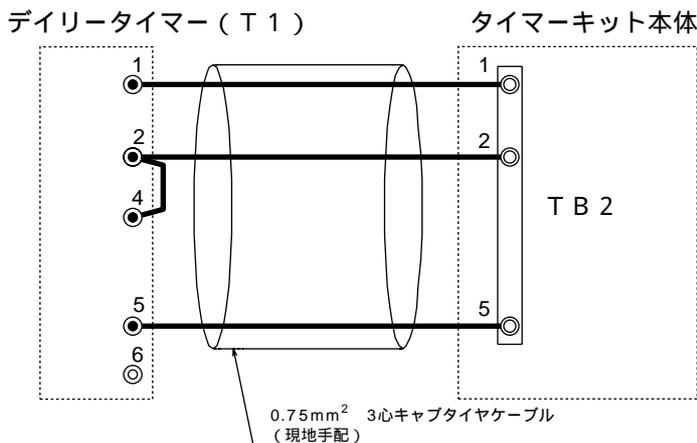

図7 配線接続図
- (1)デイリータイマー（T1）～タイマーキット本体 間の配線は現地手配となります。0.75mm²×3心キャブタイヤケーブル（VCT）を使用してください。
- (2)図7の様にデイリータイマー（T1）の1, 2, 5番端子と、タイマーキット本体 のTB2の1, 2, 5番端子間を接続してください。また手順2-3で取外した配線（白色）にて、デイリータイマーの2番端子～4番端子間を接続してください。